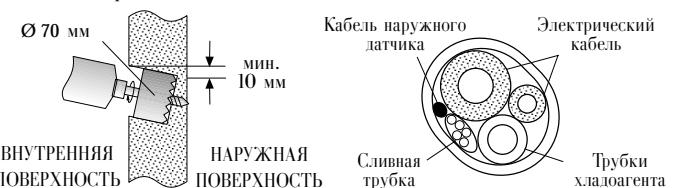

Рис. 7
- Для соединения наружного и внутреннего агрегатов в стене должно быть просверлено отверстие диаметром 70 мм (3 дюйма), через которое пройдут трубы хладоагента, сливная трубка и электрический кабель (см. рис. 7).
- Обязательно пропустите сливной шланг по низу отверстия (рис. 7).
- Позаботьтесь о том, чтобы сливная трубка проходила по низу отверстия в стене (см. рис. 7).